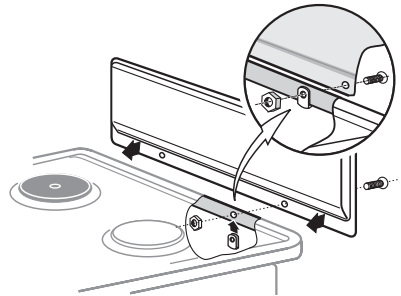

Рис. 1
- Щиток закрепляется перед установкой плиты (рис. 1)